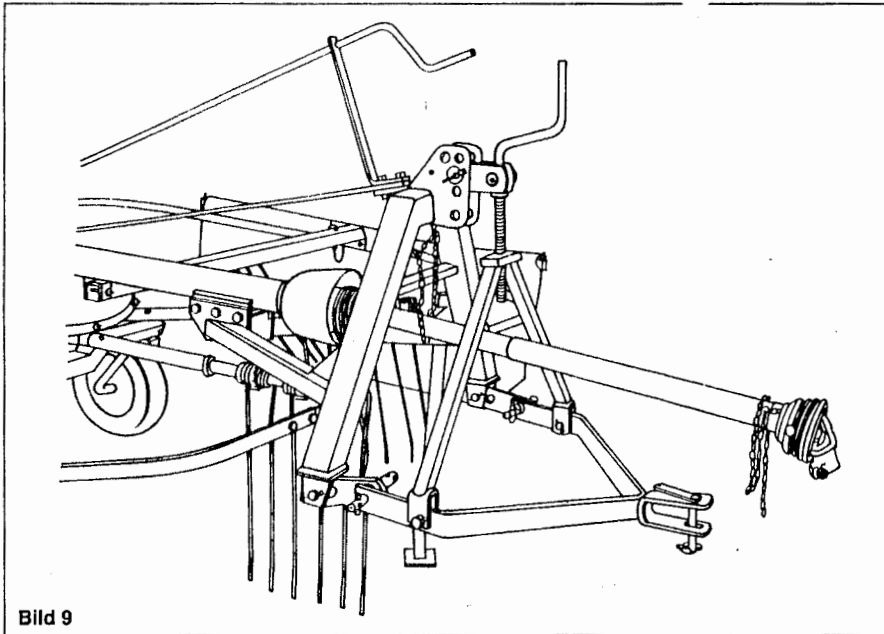

Bild 9
1. De aanhaakdisselboom samen met een langere scharnieras maakt het mogelijk, de driepuntsmachine aan de landbouwrail van de tractor aan te haken (afb. 9).